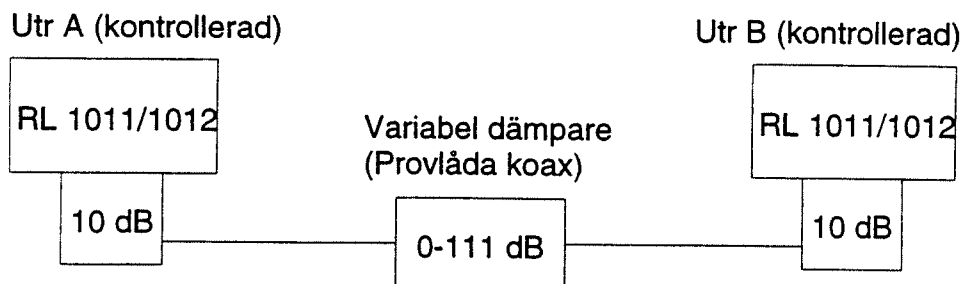

Bild 5. Systemuppkoppling av RL 101-stråk
- Anslut en 10 dB fast dämpsats ansluts till HF-enheternas övergångsdon och koppla samman utrustningarna enligt bild 5 nedan med hjälp av kablar och dämpare ur Provsats TpRL.